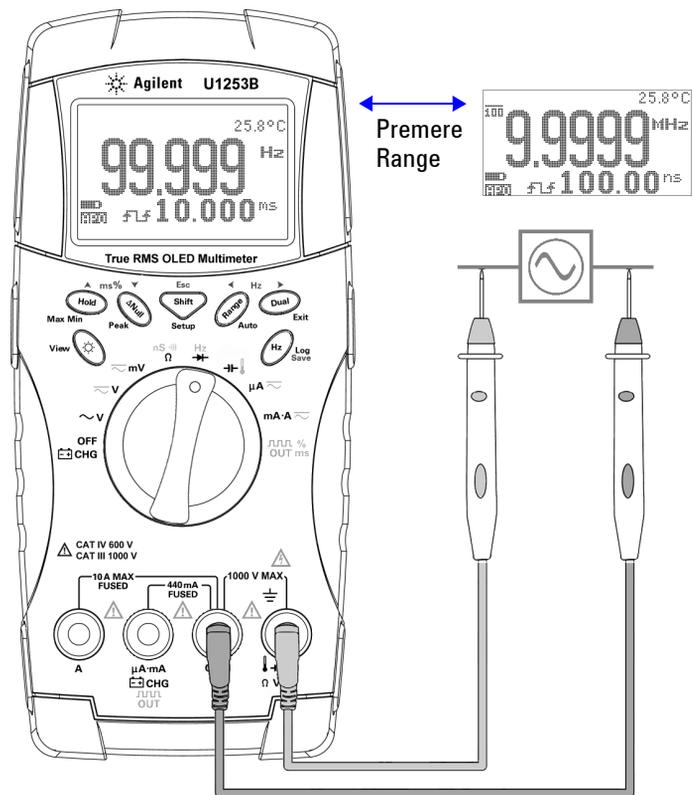

Figura 2-6 Misurazione della frequenza
- 3 Collegare i puntali di misura rosso e nero rispettivamente ai terminali di ingresso **V (rosso)** e **COM (nero)** (consultare la Figura 2-6 a pagina 39).